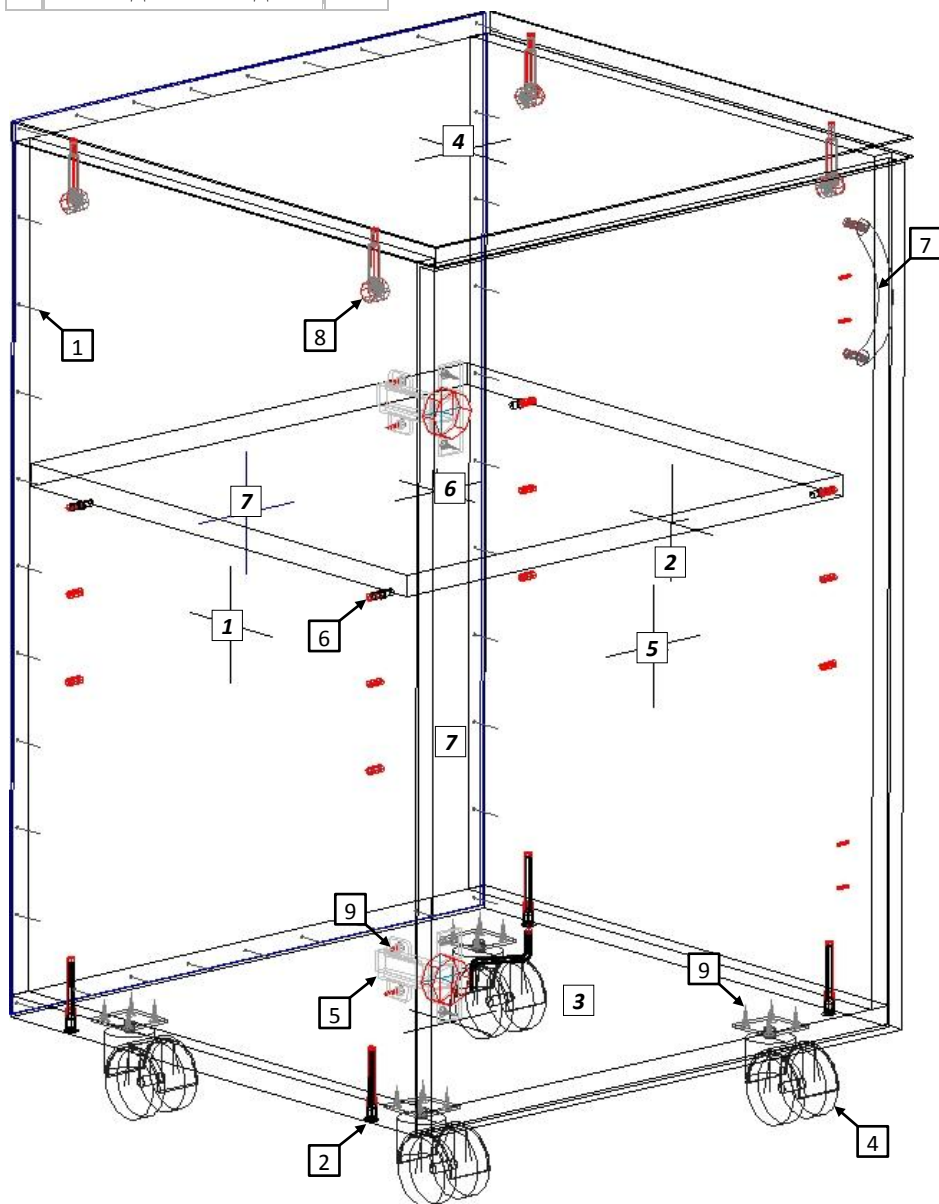

Рис. 1
- 4.1 Внимательно ознакомьтесь со схемой сборки, изображённой на рис. 1, сверяясь с комплектующей ведомостью на изделии. Согласно позициям на схеме и комплект. ведомости определите расположение деталей в изделии и порядок их сборки. Сборка производится на ровном полу, укрытом материалом, предотвращающим повреждение покрытия пола и деталей мебели. Подготовьте необходимые для сборки инструменты – плоскую и крестовую отвёртки, молоток, рулетку или линейку.
- 4.3 Евровинтами (2), как показано на рис. 1, соедините вертикальные боковые стенки [1, 2] с горизонтальной нижней стенкой [3]. Установите крышку. Затяжка соединения производится путём поворота эксцентриков до упора в направлении стрелки, выштампованной на корпусе стяжки. Гвоздями (1) закрепите заднюю стенку ДВПО [7].